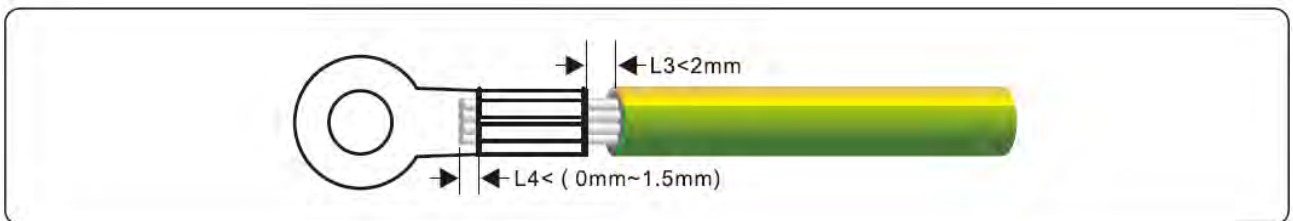

Figura 5.2 Come crimpare il cavo (unità: mm)
**Fase 2** Inserire i fili con anima esposta nelle aree di crimpatura del morsetto OT e crimparli con le pinze idrauliche, come mostrato nella Figura 5.2.